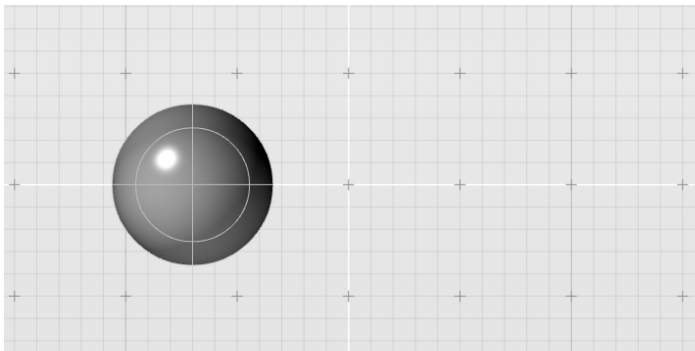

图 2-87 打开练习文件
1) 打开练习 (2.4.4_3) 中的文件，激活顶视图，如图 2-87 所示。